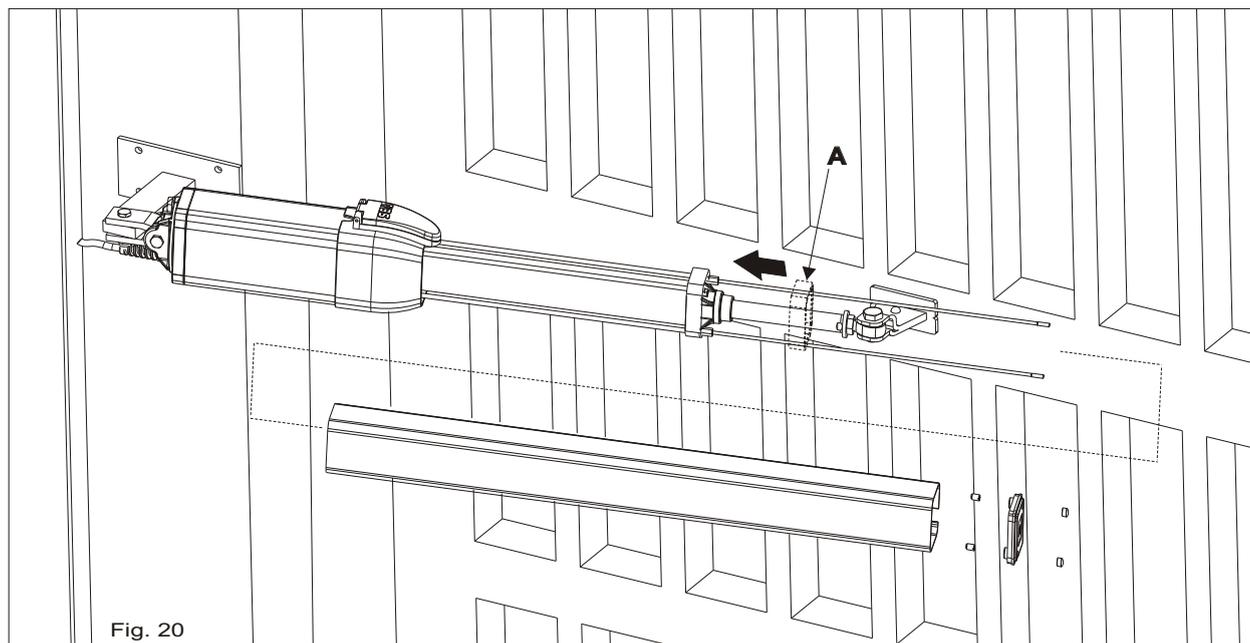

Fig. 20
S'assurer d'avoir inséré le cadre en plastique anti-vibration (A) avant d'insérer le couvre tige extrusé (Fig. 20).